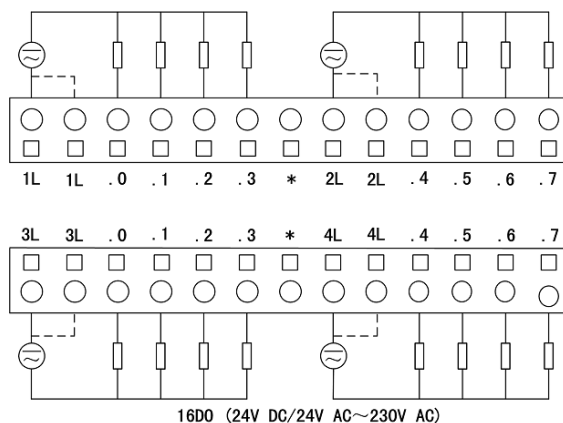

图3.1.9 LM3223端子定义与接线
- mL(m=1、2、3、4)之间在电路板内部是相连的(图3.1.9中以虚线表示);